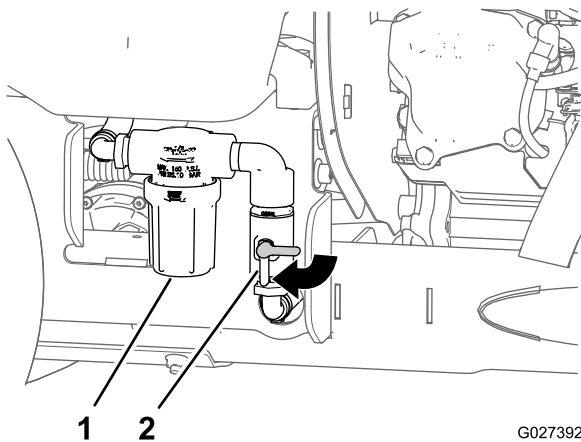

Figure 43
6. Tournez la vanne d'arrêt de la pompe dans le sens horaire à la position ouverte (Figure 43).